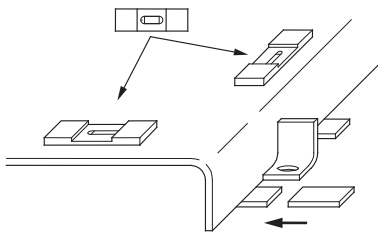

fig.8: Livellamento e allineamento della piastra base
- Collocare la piastra base e livellarla in entrambe le direzioni con rondelle di compensazione supplementari (vedi fig. 8).
- Allineare il gruppo pompa completo durante l'installazione sul basamento con l'aiuto di una livella a bolla d'aria (su albero/bocca di mandata) (vedi fig. 8). La piastra base deve trovarsi sul piano orizzontale con una tolleranza massima di 0,5 mm a metro.